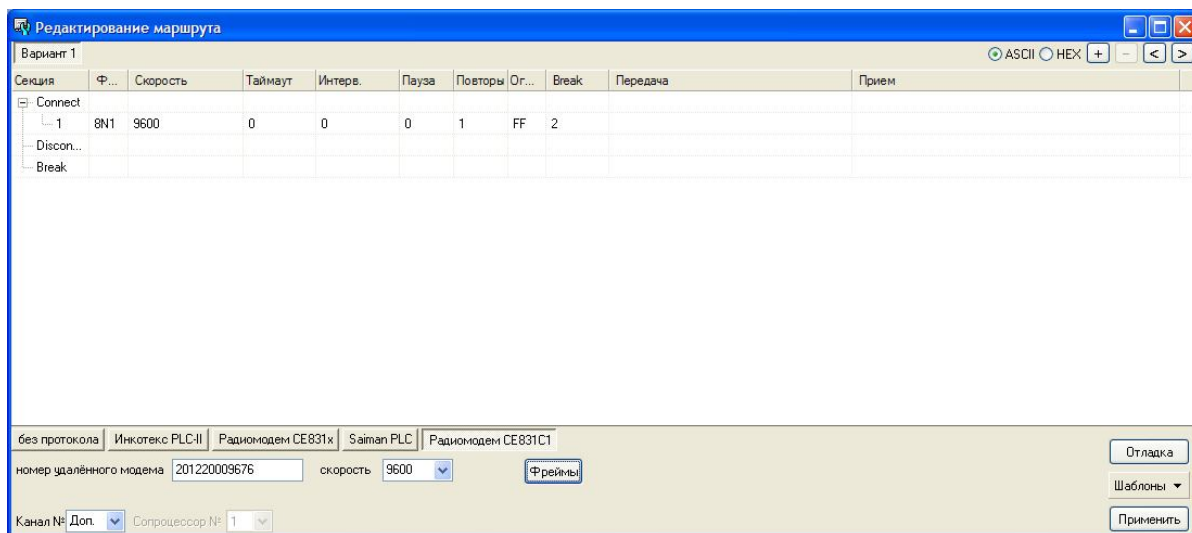

Рис.7. Настройка маршрута с использованием радиомодема CE831C1.03
- в открывшемся окне «Редактирование маршрута» нажимается кнопка «Радиомодем CE831C1» (см. рис. 7), вводится сетевой номер счетчика (такой же, как в окне «Схема подключения адаптеров»), выбирается скорость (равная терминальной скорости модема), нажимается кнопка «Фреймы»: